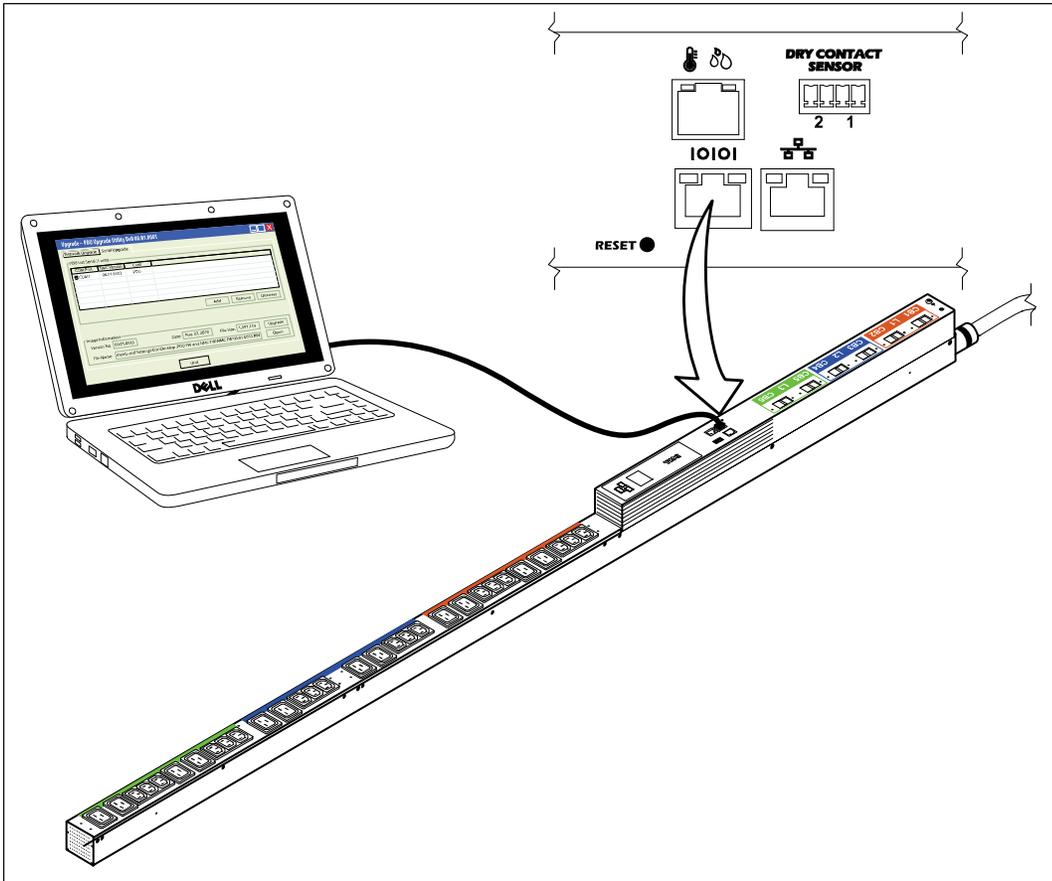

Figure 19. Connexion du PC au port série du rPDU
- 3** Branchez le connecteur RJ-45 du câble série au port de connexion série du rPDU (voir Figure 19).
- 1 Vérifiez que le rPDU à mettre à niveau est alimenté et correctement connecté au port PC COM au moyen du câble RJ-45-to-DB-9 (RS-232) (voir Figure 19).
3 Appuyez sur le bouton **RESET** pendant plus de 10 secondes (voir Figure 19).